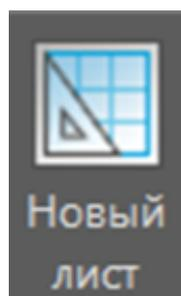

Рис. 5.8
- кнопка “Новый лист” - создает новый лист в проекте (рис. 5.8).